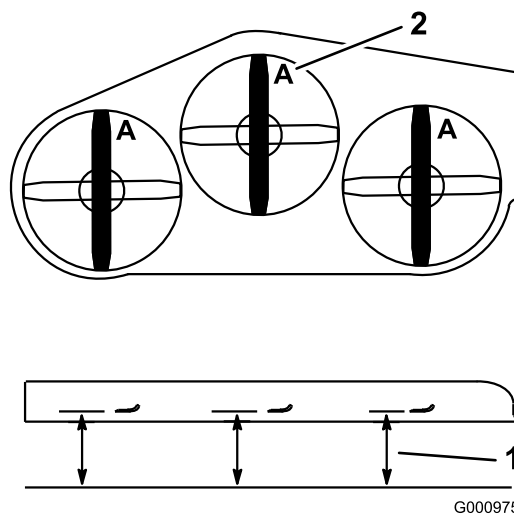

Figura 78
3. Girate le lame fino a disporle in parallelo con la lunghezza della macchina. Misurate da un piano orizzontale fino al tagliente delle lame (Figura 78), posizione **A**. Prendete nota di questa misura.